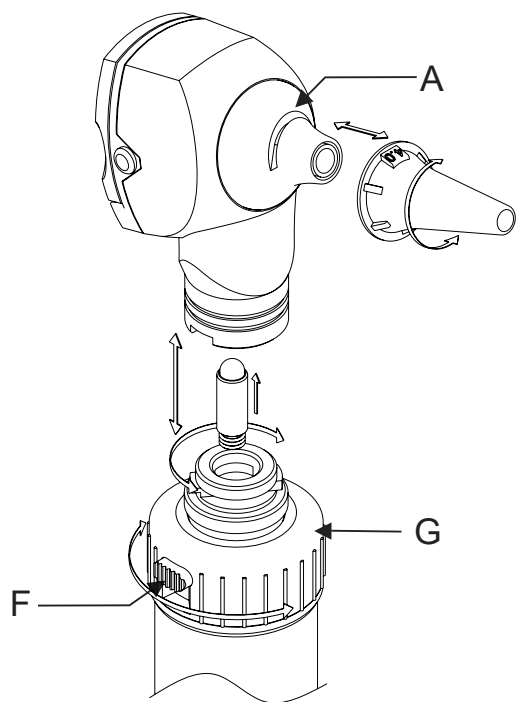

Fig.1
Es necesario sostener el mango de la pila y el cabezal con cada mano y acoplar las muescas de la bayoneta tanto en el cabezal como en el mango. Empuje el cabezal hacia abajo y gírelo en el sentido de las agujas del reloj (Fig. 1).
El otoscopio sólo puede introducirse en el canal auditorio cuando se haya acoplado una punta desechable (gris) o reutilizable (negra). Introduzca la punta en el dispositivo para que la proyección interna se encaje en la hendidura (A) (Fig. 1). Gire hacia la derecha para bloquear.